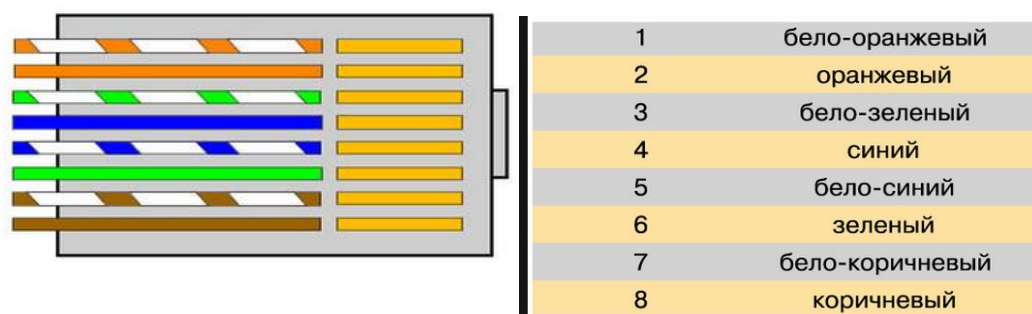

Рисунок 4. Подключение проводов кабеля к разъему (вилке 8P8C(RJ-45)).
2.3.3 Продеть линейный кабель в гермоввод, установить вилку разъема (удобнее это сделать не на мачте, а внизу, на земле) (см. рис. 4).